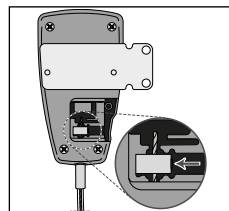

Fig. 9
11. Skub kabelendeblokken tilbage over det indre stålkabel, og placer endeblokken tilbage i den tilsvarende glids i satellitten (**se fig. 9**).